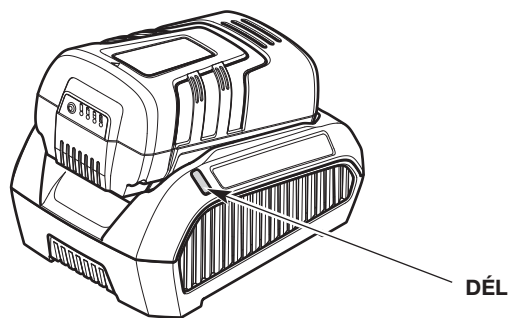

Fig. 3
1. Branchez le chargeur à une prise de courant appropriée. Le témoin DEL doit passer au rouge : (fixe) (Fig. 3). Dans le cas contraire :